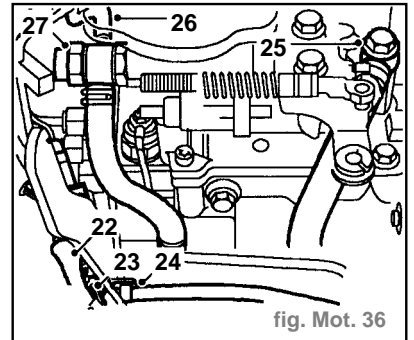

fig. Mot. 36
- Faire tourner le boulon central (19) de l'outil 18G 1512 dans le sens des aiguilles d'une montre pour arracher le pignon de pompe d'injection du cône.
- Dégager la fiche multibroches (22) de capteur de levée d'aiguille d'injecteur du support de pompe d'injection (fig. Mot. 36).